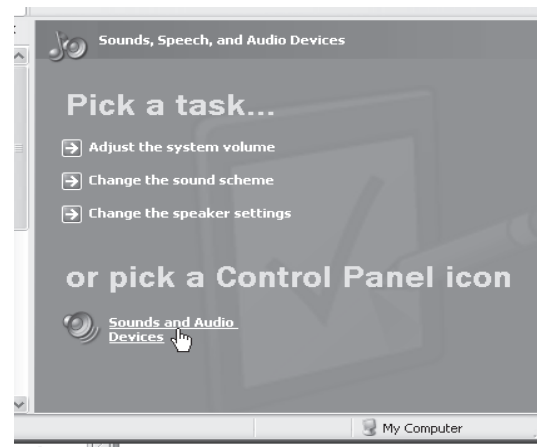

Figure 5
4. Si l'icône n'apparaît pas, vous pouvez régler le volume en accédant au Panneau de configuration et en ouvrant la fenêtre Sons et Périphériques Audio (Figure 5).